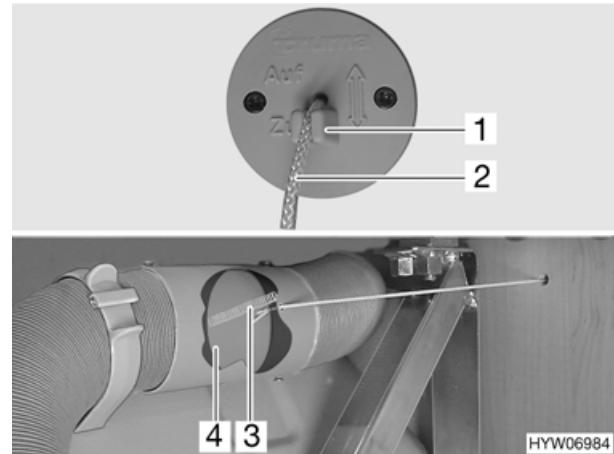

Bild 72 Strangsperre
Die Warmluftverteilung zum Alkoven kann durch die Strangsperre (Bild 72) geöffnet oder geschlossen werden.
- Schnur (Bild 72,2) herausziehen, bis ein leichter Widerstand zu spüren ist, und Schnur in der Klemmung (Bild 72,1) befestigen.
Die Klappe (Bild 72,4) ist geschlossen.
- Schnur (Bild 72,2) aus der Klemmung (Bild 72,1) lösen und langsam zurückführen.
Die Klappe (Bild 72,4) wird durch die Feder (Bild 72,3) geöffnet.